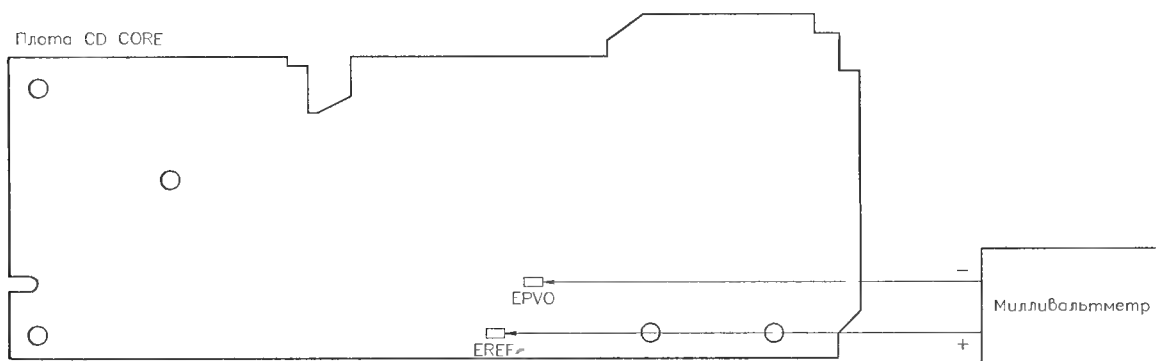

Рис. 3.11. Схема подключения милливольтметра
1. Подключить милливольтметр к контрольным точкам платы CD CORE (рис. 3.11).